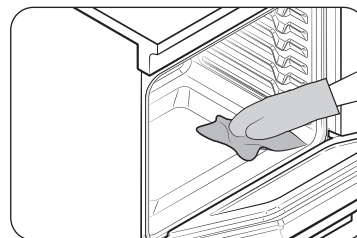

Fig. 1
- Essayez les débris sur le fond du four. (Fig. 1)